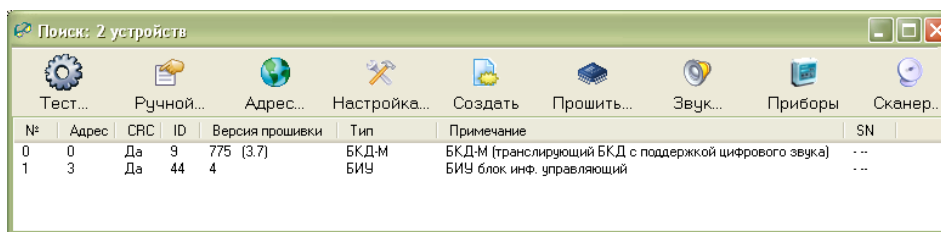
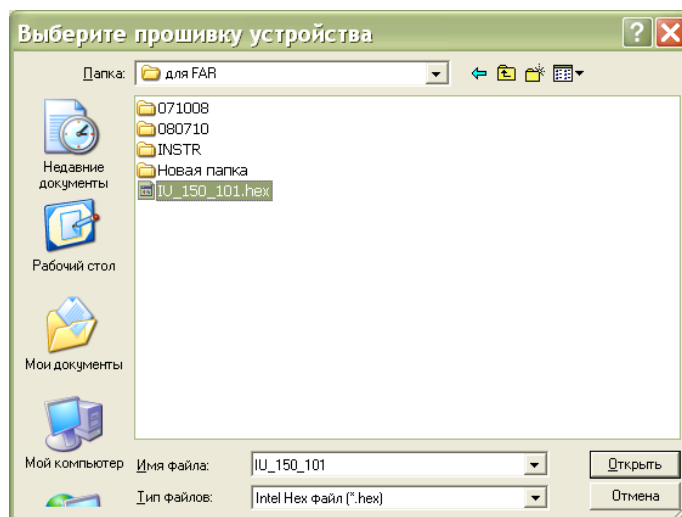

Рисунок 11 - Список найденных адресных блоков
Рисунок 13 - Выбор «прошивки»
Выполнить команду поиска устройств «БКД/Поиск устройств...». В открывшемся окне «Поиск» выбрать строку с требуемым БИУ, нажать на кнопку «Адрес» (рисунок 11).
Выполнить команду поиска устройств «БКД/Поиск устройств...». Для обновления программного обеспечения следует в окне «Поиск» выбрать строку с требуемым БИУ, нажать на кнопку «Прошить...» (рисунок 11). Затем в открывшемся окне выбрать файл программы, которую требуется записать в БИУ (рисунок 13).
- 3) Выполнить поиск блоков в сервисной программе RASOS (рисунок 11).
- 3) Выполнить поиск блоков в сервисной программе RASOS (рисунок 11). Проверить что найден блок БИУ.